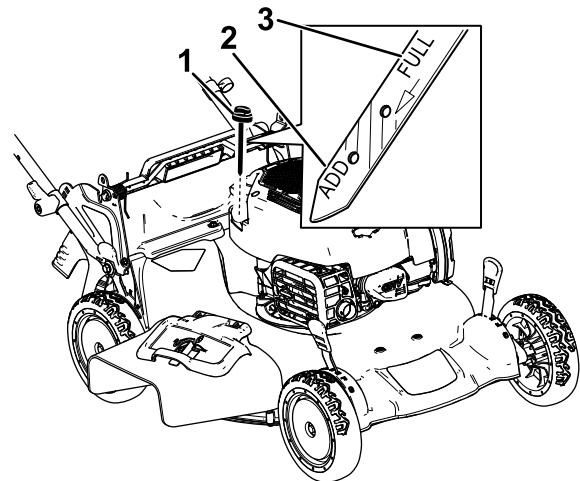

Figura 39
3. Retire la varilla girando el tapón en el sentido contrario a las agujas del reloj y tirando del mismo (Figura 39).
10. Observe en la varilla el nivel de aceite (Figura 39).